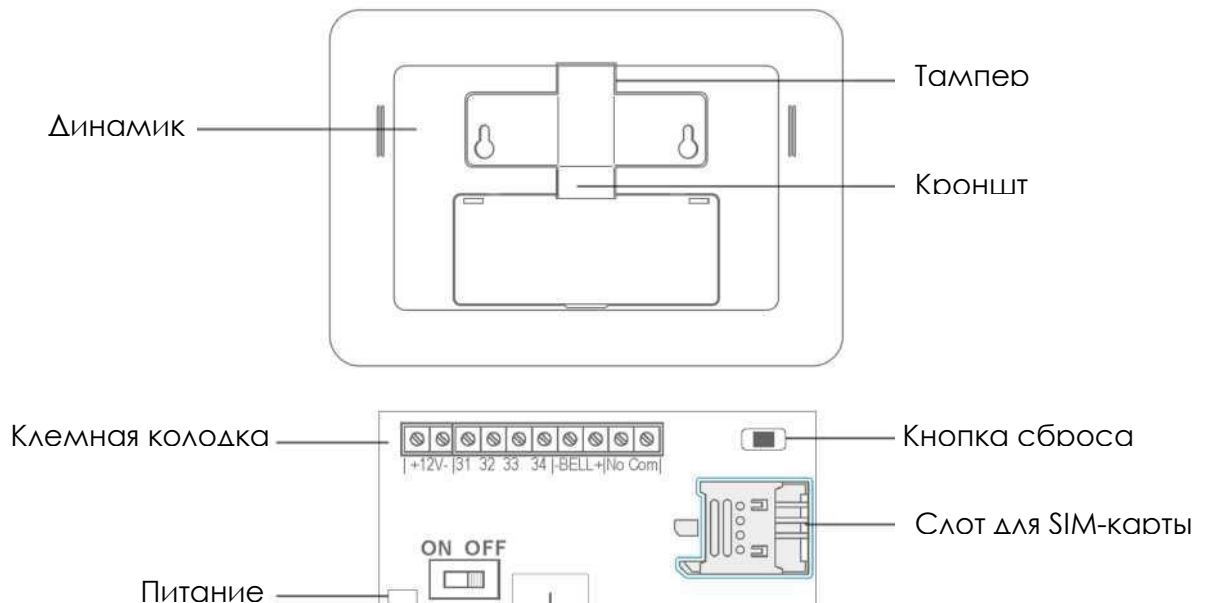

Рис. 2
- 1) Подключите штекер адаптера питания в разъем электропитания PW SLOT (Рис. 2) и включите его в электросеть 220В. Централь включится.
Нажмите на кнопку Настройки(рис.2), затем введите пароль администратора (по умолчанию 1234), затем нажмите кнопку ОК. Пароль для снятия централи с охраны 1111